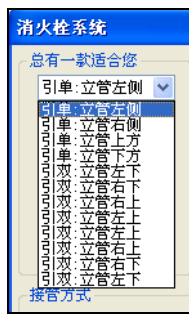

图 3-11 布置方式列表
- 立管的布置方式：在选项文本框的下拉列表中显示了系统所提供的各种立管的布置方式，如图 3-11 所示；单击选择其中一种，在文本框下方的预览框中即可显示